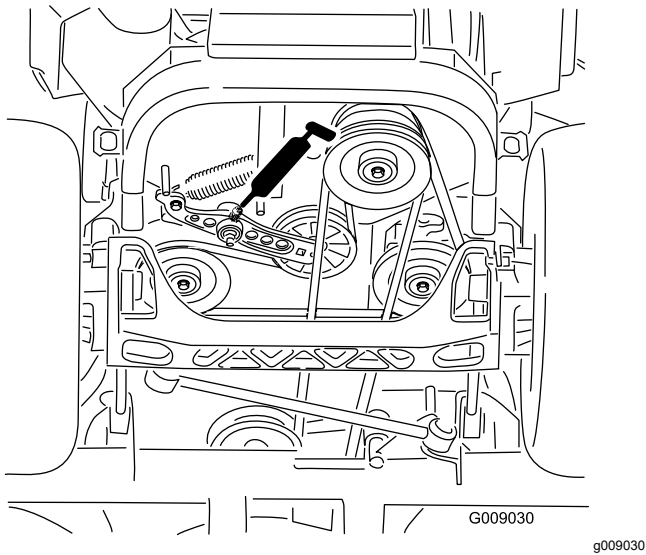

Figure 45
4. Graissez le bras de la poulie de tension de la courroie d'entraînement (Figure 45).